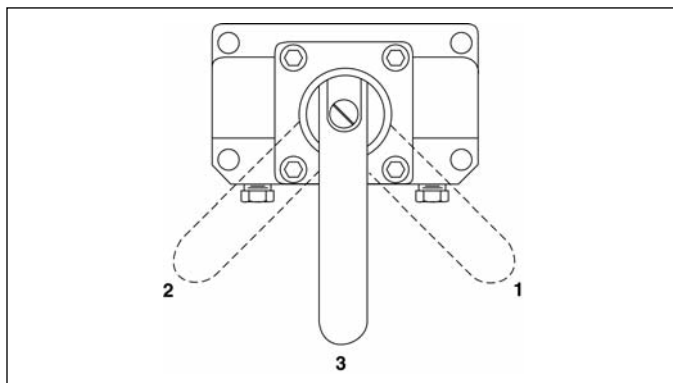

Figure 8
la vanne sont illustrées à la figure 8: 1 - Extension 3 - Rétraction. Pour étendre le vérin, mettre la vanne en position d'extension (1) et appuyer sur l'interrupteur à gland. Le cylindre s'étend jusqu'à ce que l'interrupteur soit relâché. Pour rétracter le vérin, mettre la vanne en position de rétraction (3). Le vérin se rétracte, que la pompe soit en marche ou non.
Les positions de la vanne sont illustrées à la figure 8: